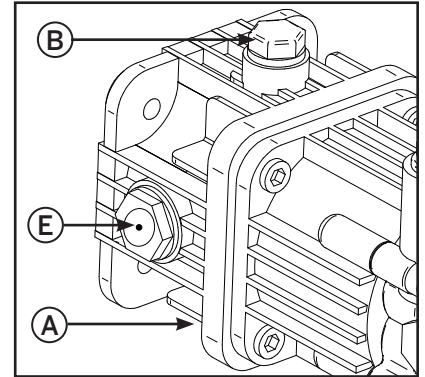

Figure 14
2. Dévisser le bouchon de vidange (A sur la figure 14, sous la pompe).
5. Dévisser le bouchon de remplissage (B sur la figure 14).
6. Remplir avec de l'huile de type SAE 80W-90 jusqu'au milieu du voyant transparent (E sur la figure 14). La capacité du carter de la pompe est de 4 onces (0.11 l).